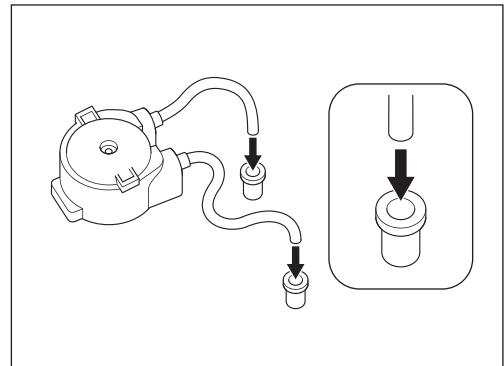

図57
- 6) 新しい注水ポンプ（別売品）のポンプチューブに、チューブストッパーを取り付けます。その際、リングの向きに注意してください（図57）。